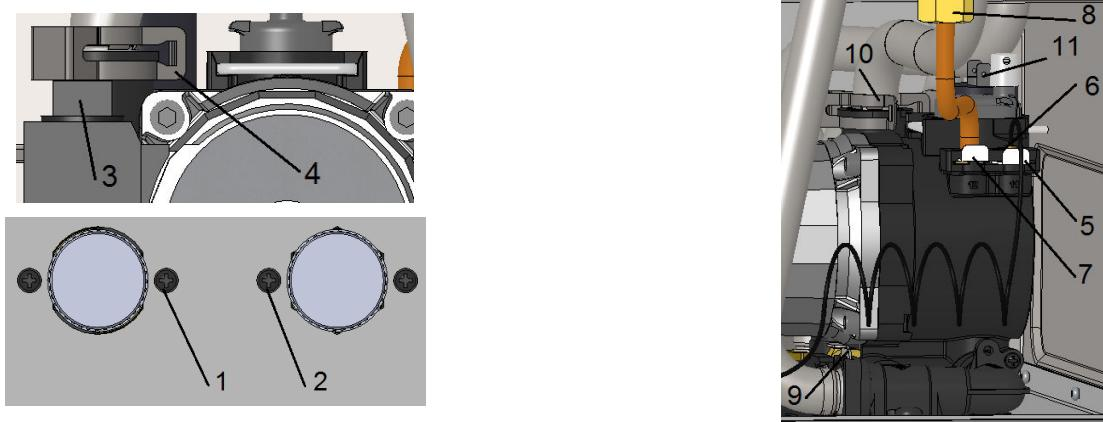

Рисунок 13 - демонтаж насоса
- отвернуть на нижней панели 2 винта крепления насоса (1) и два винта (2) крепления битермического коллектора;
- отсоединить кабельную колодку от разъема насоса (3), см. рисунок 13;
- снять клипсу (4) крепления трубы с патрубка насоса и вынуть трубу вверх;
- отсоединить штуцер манометра (6), вытащив скобу крепления штуцера (5) из корпуса насоса;
- снять скобу (7), ключом на 22 отвернуть гайку (8) и вытащить трубу бака;
- снять скобу (9) и вытащить трубу ;
- снять клипсу (10) и вытащить трубу;
- отсоединить провода от клемм датчика тяги (11);